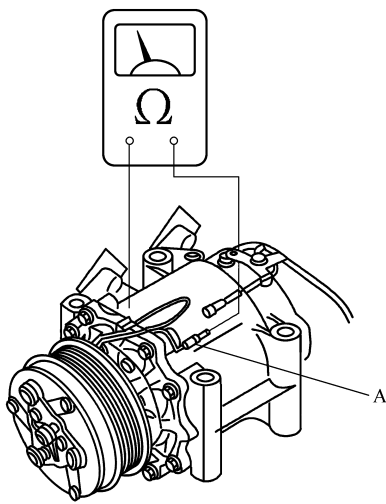

图 5-9 测量电磁线圈的电阻
6) 如图 5-9 所示, 检查电磁线圈的电阻。如果电阻阻值不在规定范围内, 更换电磁线圈。